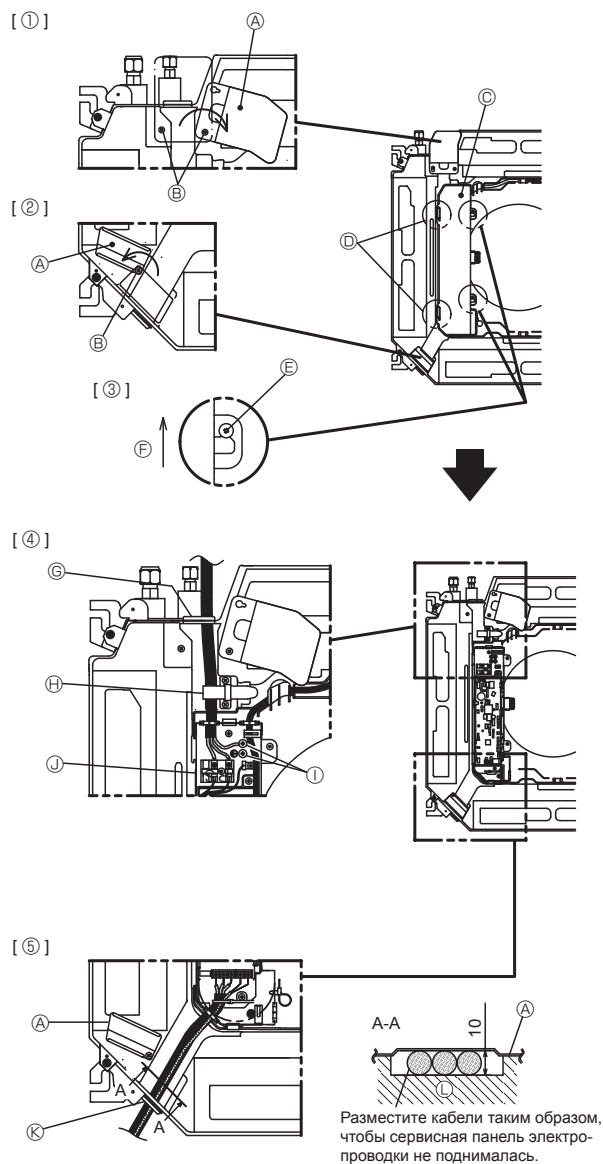

Fig. 4-1
4.1. Внутренний прибор (Fig. 4-1)
1. Ослабьте 2 винта, обеспечивающих фиксацию сервисной панели электропроводки, а затем поверните ее. [Fig. 4-1 ①]
2. Ослабьте один винт, фиксирующий сервисную панель электропроводки на кабельном вводе (кабель пульта дистанционного управления и кабель внутреннего-наружного подключения), и затем поверните сервисную панель в положение, указанное на диаграмме. [Fig. 4-1 ②]
3. Ослабьте 2 винта, крепящих крышку распределительного щита, а затем сдвиньте ее. [Fig. 4-1 ③]
4. Проложите силовой кабель и кабель заземления через вводы проводки, указанные на диаграмме. [Fig. 4-1 ④]
5. Проложите кабель пульта дистанционного управления и кабель внутреннего-наружного подключения через вводы проводки, указанные на диаграмме. [Fig. 4-1 ⑤, Fig. 4-2, Fig. 4-3]